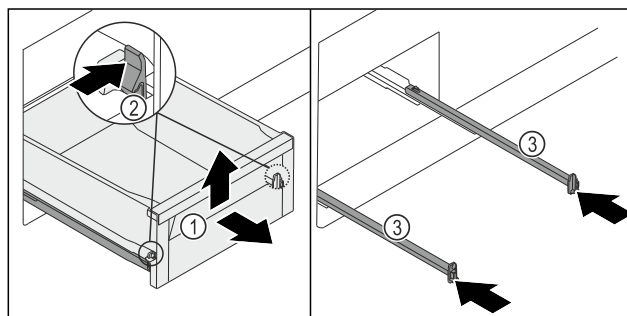

Fig. 135
- ▶ 将抽屉 Fig. 135 (1) 拉出至止挡。
- ▶ 将左右侧夹子 Fig. 135 (2) 同时向里压。
- ▶ 抽屉 Fig. 135 (1) 从轨道上松开。
- ▶ 向上抬起抽屉 Fig. 135 (1) 前部。
- ▶ 朝前取出抽屉 Fig. 135 (1)。
- ▶ 推入轨道 Fig. 135 (3)。